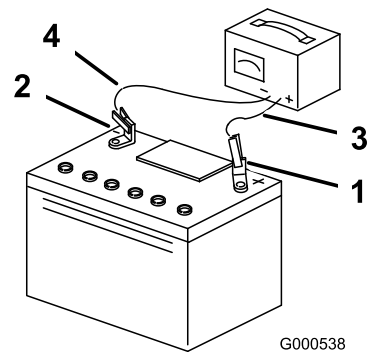

Figura 43
- Quando a bateria estiver totalmente carregada, desligue o carregador da tomada elétrica e em seguida desligue os cabos do carregador dos bornes da bateria (Figura 43).